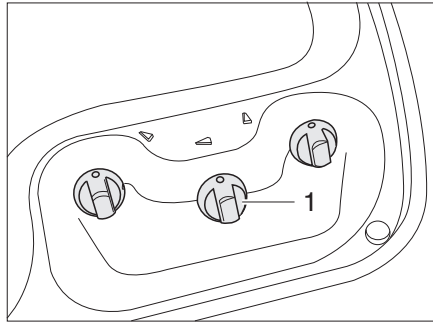
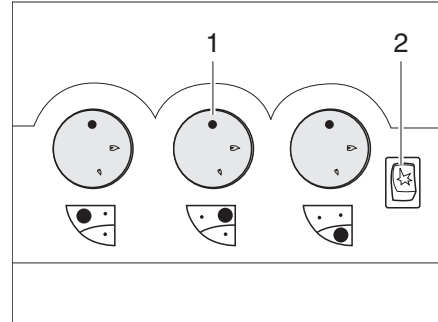

Fig. 312 Elementi di comando del fornello a gas (senza tasto di accensione piezoelettrico)
Fig. 313 Elementi di comando del fornello a gas (con tasto di accensione piezoelettrico)
- Ruotare il pomello girevole (Fig. 312,1 o Fig. 313,1) dell'apparecchio a fiamma libera desiderato in posizione accesa (fiamma alta).
- Se è presente un tasto di accensione (Fig. 313,2): Generare la scintilla premendo il tasto di accensione.